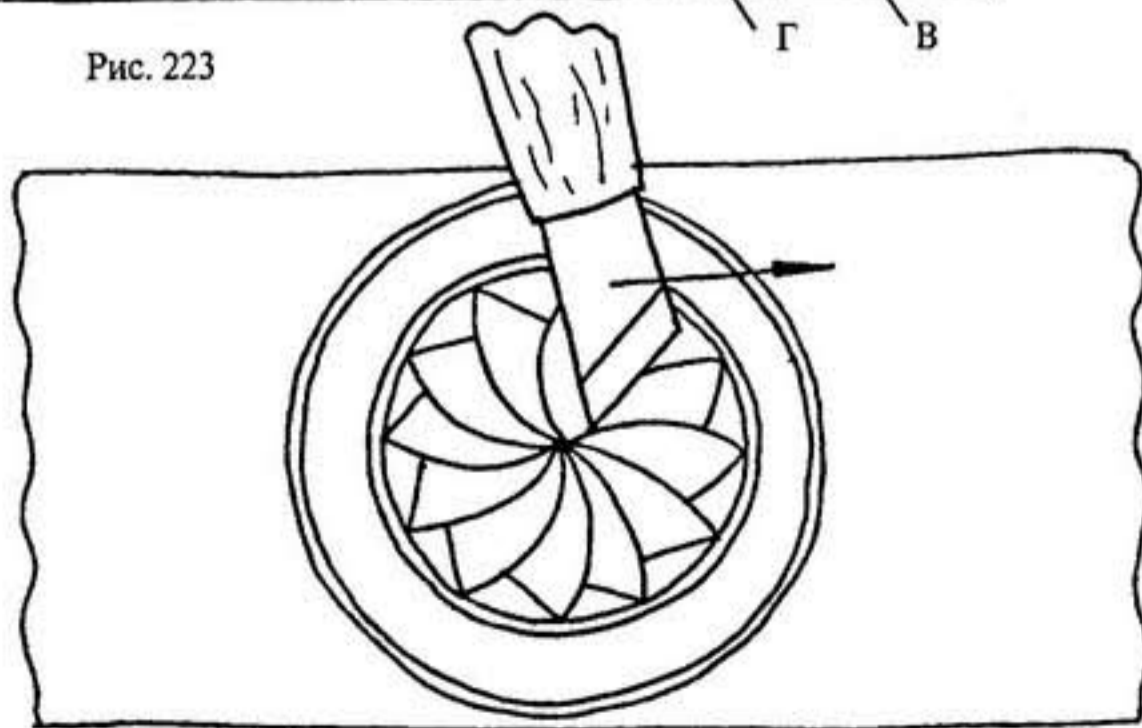

Рис. 224
5. Подрежьте луч по ширине, учитывая направление слоев древесины (рис. 224).